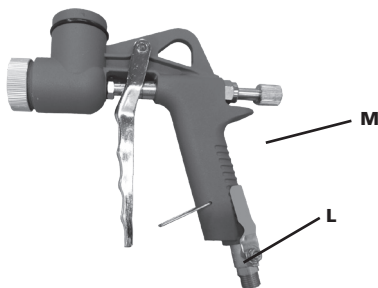

Fig.2
Para definir o fluxo do produto, gire o botão (M) (Fig.2). Para definir o fluxo do produto, gire o botão (L) (Fig.2).